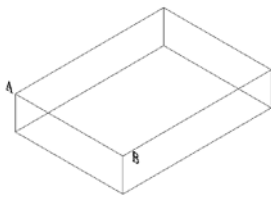
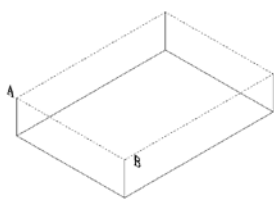

图 11.59 原图
图 11.60 选择旋转面
(1) 启动 AutoCAD 2012，绘制如图 11.59 所示的图形。
(2) 选择【修改】/【实体编辑】/【旋转面】命令。
(3) 选择旋转面，如图 11.60 所示，并按回车键。